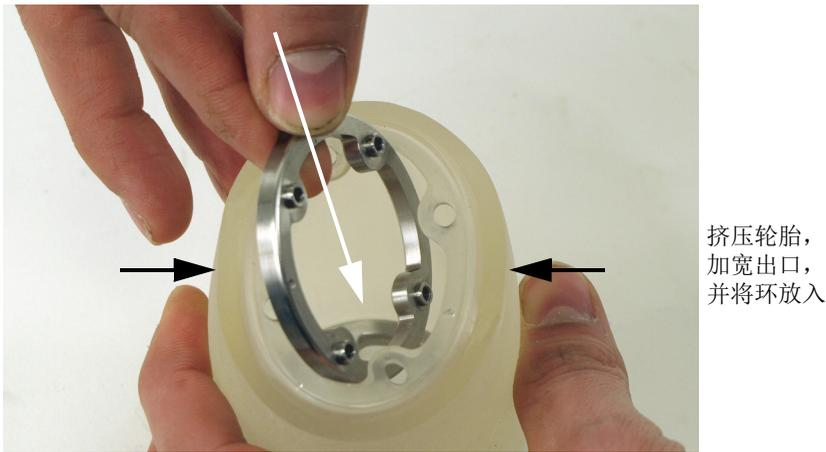

图 6-24 将环放入到轮胎中
a) 挤压轮胎的一侧使开口加宽, 在没有磨损或撕裂轮胎边缘的情况下使开口具有放入不锈钢环的足够空间, 然后在使开口保持足够大的情况下, 放入不锈钢环 (参见第96页的图 6-24)。